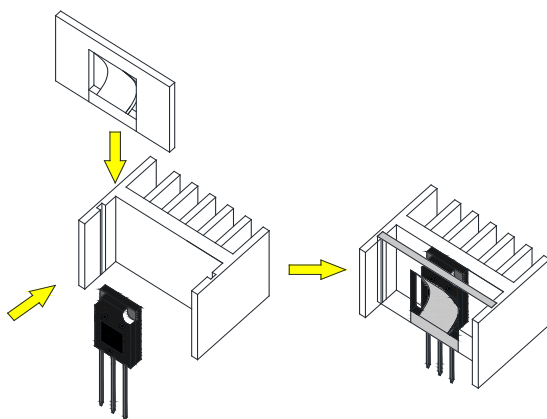

图 17 夹子压接-C
- 使用沟槽结构的散热器，设计专用的 25N~50N 的弹力夹将产品固定在散热器上；如下图 17 所示。